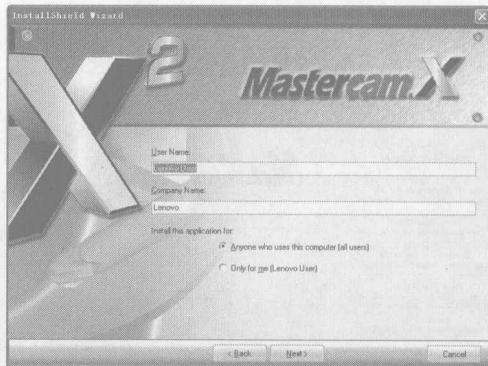

图 1-6 安装界面 3
(5) 单击 **Next >** 按钮出现安装界面 3，在此界面中可以输入使用者姓名和公司名称，如图 1-6 所示。